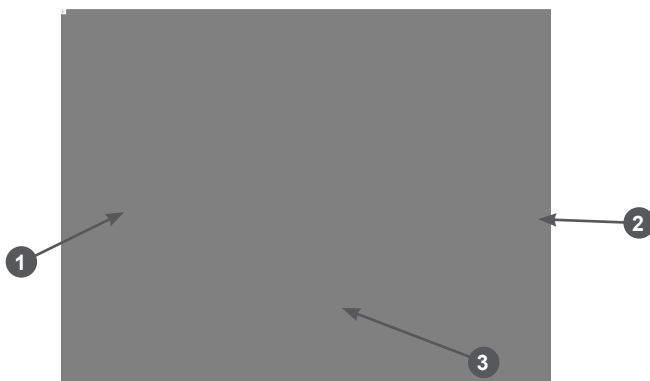

Рис. 2 Расположение основных узлов, вид сзади
1. Выкрутите крышку-щуп маслосазливной горловины (Рис. 2 п. 3).